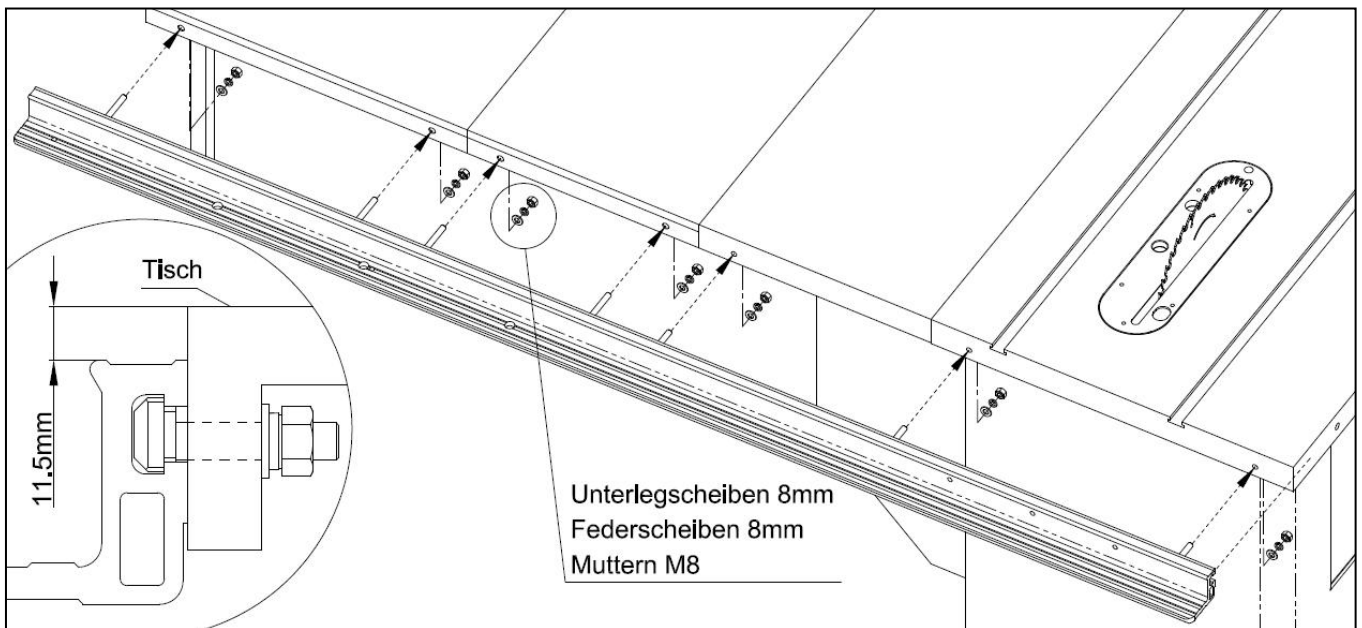
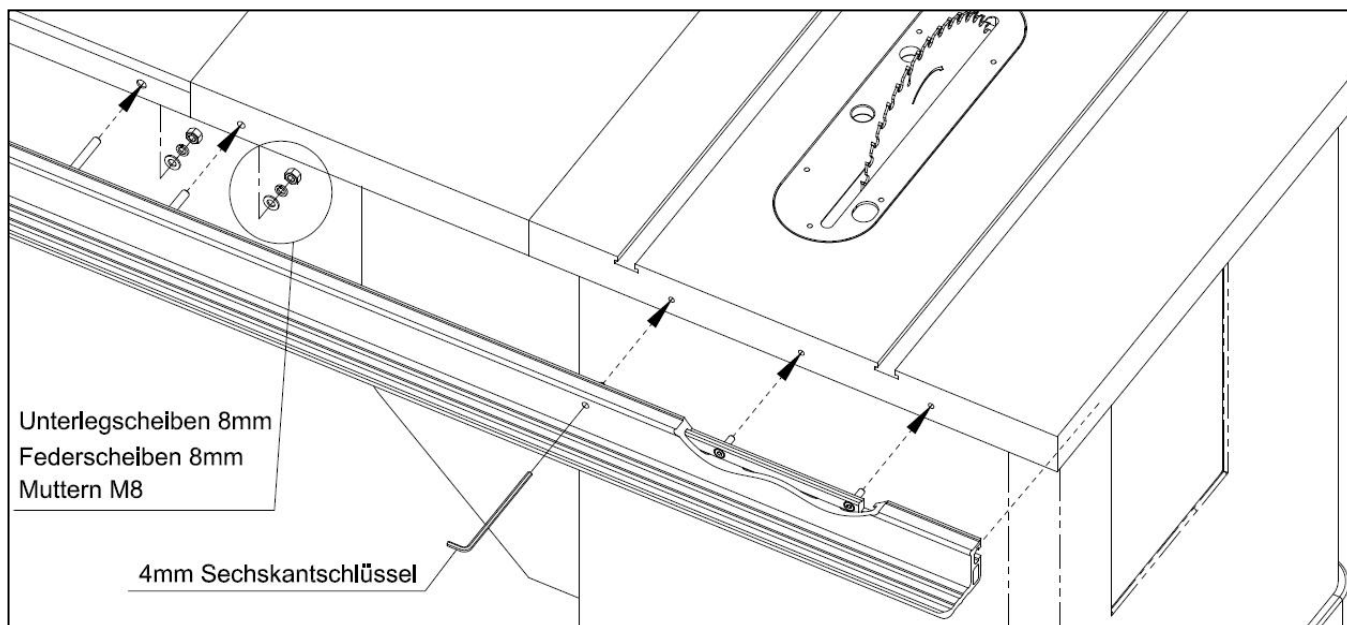

Abb. 6-7
Abb. 6-11
2. Montieren Sie die hintere Führungsschienenbaugruppe, wie in **Abb. 6-7** dargestellt, und ziehen Sie die Muttern fest an. Vergewissern Sie sich, dass die Oberseite der Führungsschiene 11,5 mm unter dem Tisch liegt und dass das Ende der Führungsschiene bündig mit der rechten Seite (von der Rückseite aus gesehen) des Gusseisentisches abschließt, bevor Sie die Schrauben festziehen.
4. Positionieren Sie die hintere Führungsschienenbaugruppe wie in **Abb. 6-11** gezeigt und befestigen Sie sie, indem Sie die Muttern festziehen. Verwenden Sie für den hinteren Führungsschienen-Fixierblock den mitgelieferten Sechskantschlüssel, um den Block festzuhalten. Stellen Sie sicher, dass die Oberfläche der Führungsschiene 11,5 mm unter der Tischoberfläche positioniert ist, wie in **Abb. 6-7** dargestellt, und dass das Ende der Führungsschiene bündig mit der äußeren Kante des Haupttisches ausgerichtet ist, bevor Sie endgültig festziehen.